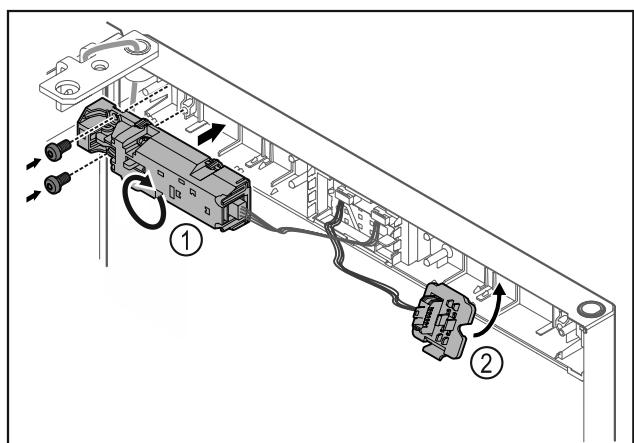

Fig. 19
► Завъртете дистанционната ключалка Fig. 19 (1) на 180° и я закрепете на противоположната страна.
► Фиксирайте държача на щекера Fig. 19 (2) от противоположната страна.